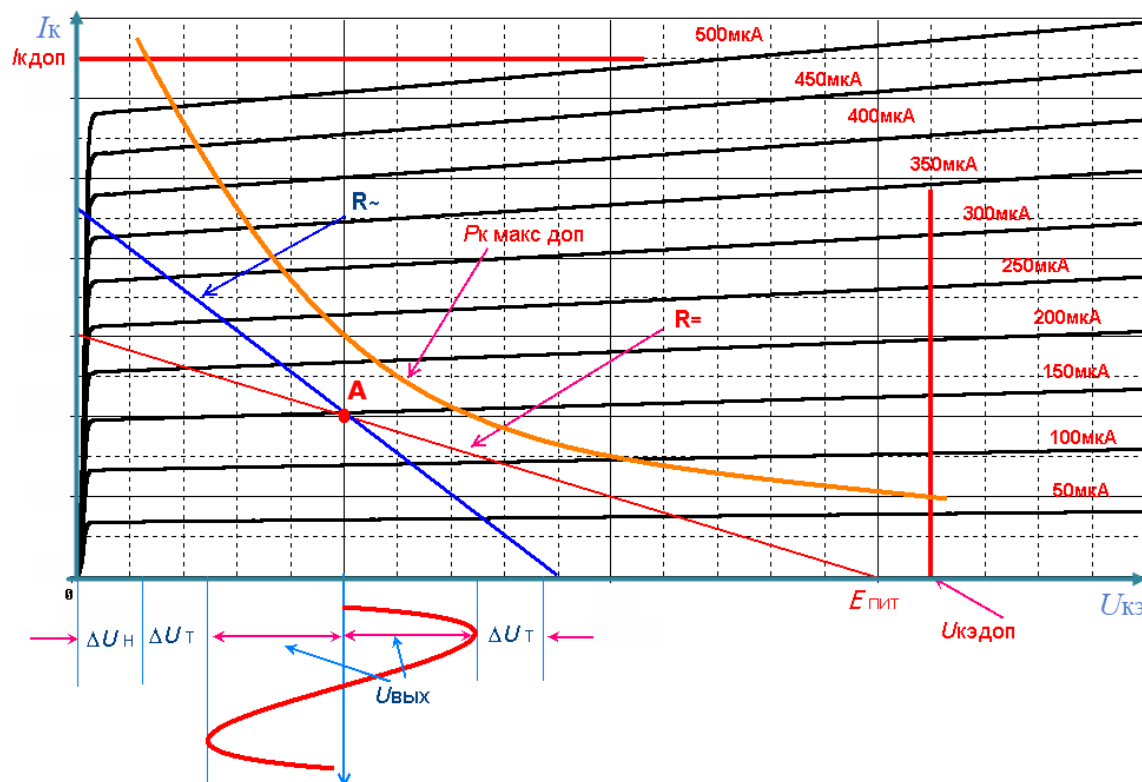

Рис. 1
- **На выходных характеристиках транзистора** (с осями и режимами) с помощью программы OrCad или вручную **построить гиперболу** $I_K = P_{доп} / U_{кэ}$ (название переменной для графика гиперболы написано непосредственно под характеристиками: например, V_V1) и две прямые $U_{кэ} = U_{кэ доп}$ и $I_K = I_{K доп}$. Ниже на рис. 1 показан пример такого построения. Если значения $U_{кэ доп}$ и/или $I_{K доп}$ выходят за границы рисунка, надо написать эти допустимые значения рядом с обозначениями соответствующих осей (например, $U_{кэ доп} = 50 В$).
1) Отложить по оси $U_{\text{кз}}$ вправо от р.т. отрезок несколько больший (с запасом), чем $\Delta U_{\text{Т}} + U_{\text{н}}$, (т.е. задаться значением R_{\sim}), и, соединив эту точку с рабочей, построить нагрузочную прямую по переменному току (см. рис. 1). Из получившегося треугольника надо определить сопротивление R_{\sim} и затем найти сопротивление $R_{\text{к}}$:
После определения сопротивлений R_k и R_3 для каскада ОЭ вторым или третьим способом, на выходных характеристиках транзистора через р.т. надо построить нагрузочную прямую по переменному току (см. рис.). Для этого надо посчитать величину R_{\sim} (см. раздел «Общие замечания») и найти значение $I_A R_{\sim}$. Если это значение меньше, чем $U_n + \Delta U_T$, то надо или менять положение р.т. или брать другие значения сопротивлений R_3 и R_k . Если больше, то надо отложить полученное значение по оси $U_{кз}$ вправо от р.т. и, соединив полученную точку с рабочей, построить нагрузочную прямую по переменному току (см. рис. 1).